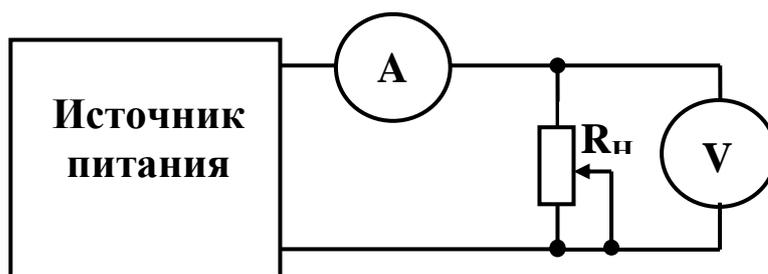

Рис. 15. Структурная схема установки для проверки работоспособности схемы защиты от перегрузки
1. Подключить к выходу источника питания через последовательно включенный амперметр эквивалент нагрузки - реостат с достаточной мощностью рассеяния. Включить параллельно нагрузке вольтметр постоянного тока (рис. 15).